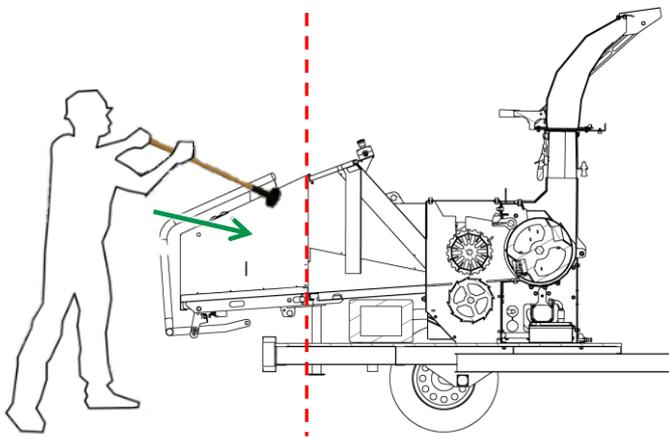

Abb. 8-1 – Beispiel für die Verwendung des Zubehörs Stammklemmer und Nutzungseinschränkungen
- Wenn das zu verarbeitende Material kurz ist oder nicht richtig vorwärtsbewegt wird, schieben Sie es mit Hilfe des Stammstoßers zu den Zufuhrrollen (Abb. 8-1);